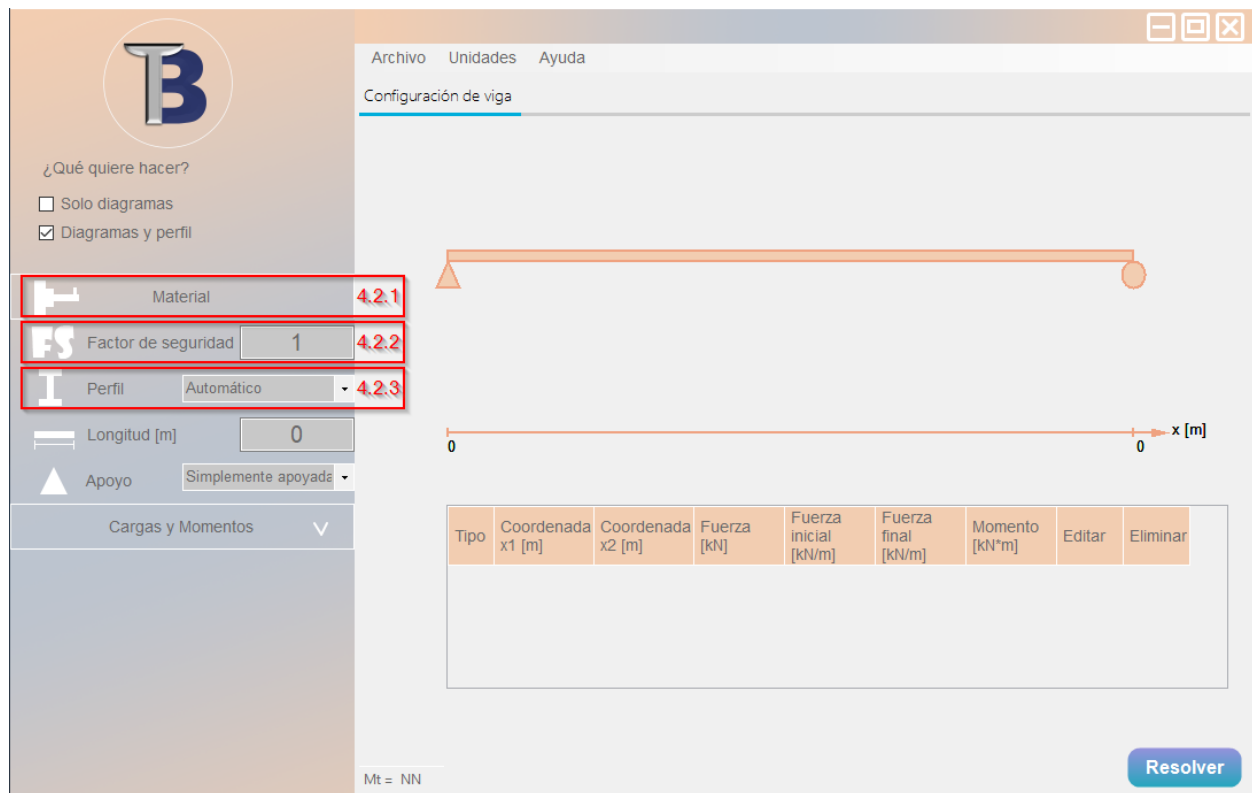

Figura 7. Casilla "Diagramas y perfil" en estado activo.
4.2. Diagramas y perfil: si el usuario además requiere encontrar un perfil normalizado adecuado para el estado de cargas. Esta casilla debe estar en estado activo y la interfaz cambiará como se muestra en la *figura 7*.